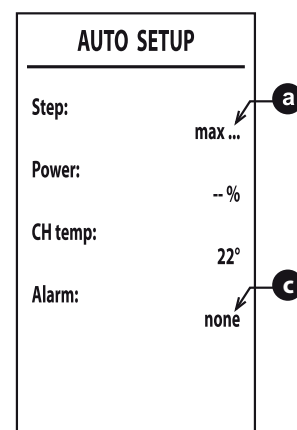

fig. 63 -
6. Dopo l'accensione, il bruciatore si posiziona alle varie potenze (max, med, min) indicate dal punto  ("fig. 63 -").
8. Qualora la sequenza di accensione descritta al punto "6" non sia andata a buon fine, compare la scritta max_err al punto  e un codice di errore al punto  ("fig. 63 -").